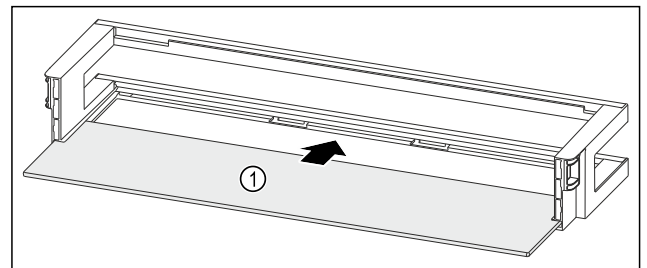

Fig. 172 Türabsteller mit Abstellfläche
- ▶ Abstellfläche Fig. 172 (1) in die seitlichen Aussparungen einschieben.